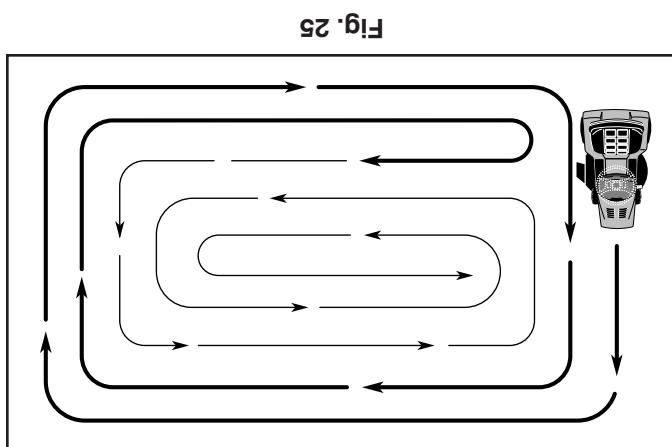

Fig. 25
- Après un ou deux tours, tondez en sens inverse en tournant à gauche jusqu'à ce que le travail soit achevé (Voir la Fig. 25).